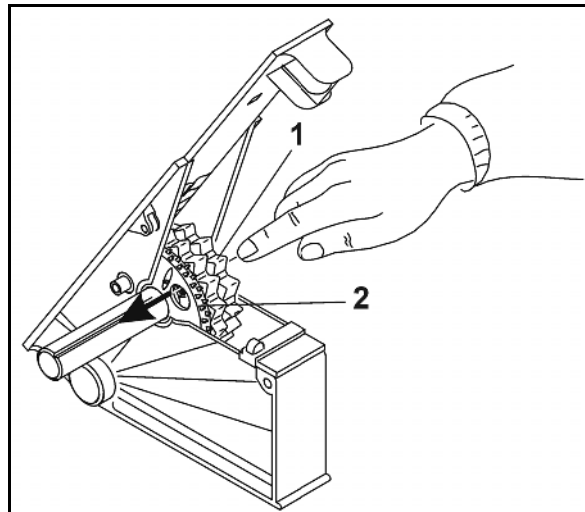

Fig. 30
1. Normal-Särad (Fig. 30/1) soweit auf der Säwelle verdrehen, bis der Stift im Särad sichtbar wird.
2. Drücken Sie bei jedem Särad den Stift, wie in Fig. 30 gezeigt, gegen das Fein-Särad (Fig. 30/2).